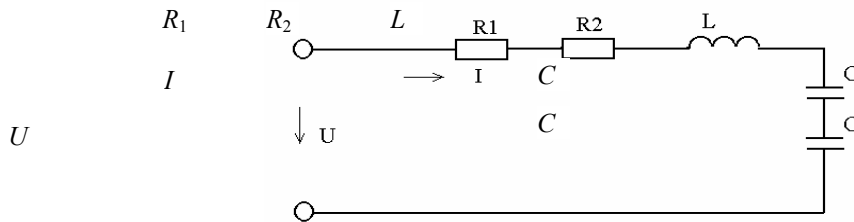

Рис. 1.19
1.2.10. К электрической цепи (рис. 1.19), состоящей из  $R_1 = 10$  Ом, катушки с  $L = 50$  мГн и активным сопротивлением  $R_2 = 5$  Ом, конденсаторов с  $C_1 = 400$  мкФ и  $C_2 = 300$  мкФ, приложено напряжение частотой 50 Гц. Ток в цепи  $I = 5$  А. Определить напряжение на каждом элементе, на зажимах цепи, сдвиг по фазе между током и напряжением на зажимах цепи и на катушке, активную мощность. Построить векторную диаграмму.